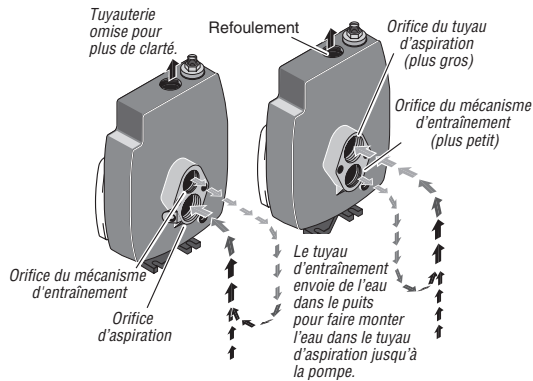

Figure 2 : Fonctions du mécanisme d'entraînement et de l'aspiration
3. Si le tuyau d'aspiration de votre ancienne pompe (le plus gros orifice - voir figure 2) se trouve sous l'orifice d'entraînement, vous devrez installer un tuyau flexible entre la tête de puits et la pompe afin que le raccordement soit correct.